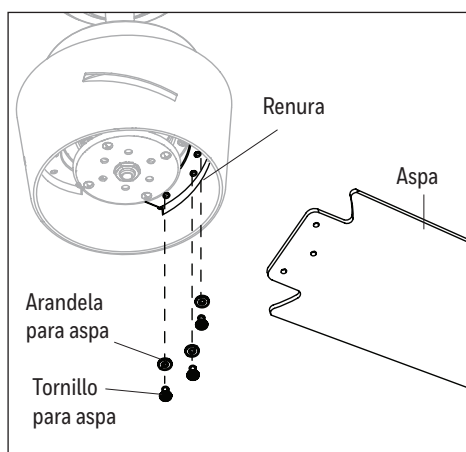

Figura 5.3
3. Inserte el aspa a través de la ranura del lado del ensamblaje del motor. Alinee los oricios de un aspa con los tres oricios para tornillos del aspa en la parte inferior del ensamblaje del motor. Asegure el aspa con tres tornillos y arandelas para el aspa. Repita los mismos pasos para el resto de las aspas (Figura 5.3).